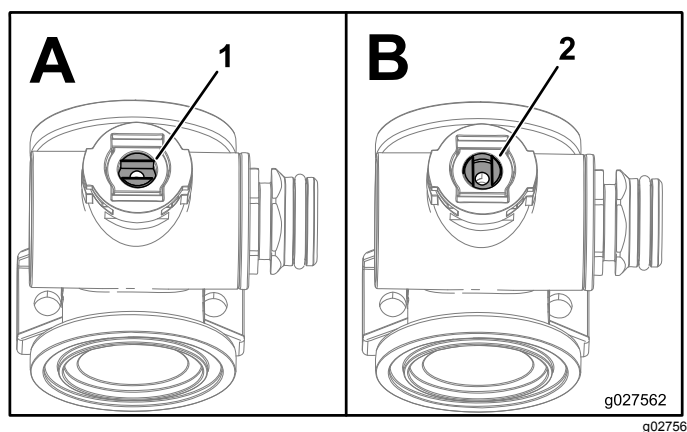

Figure 97
1. Positionnez la tige de la valve pour la placer en position fermée (partie B de la Figure 97).
3. Tournez la tige de la valve pour placer la bille à la position ouverte (A à la Figure 97).
7. Tournez la tige de la vanne de sorte à fermer la vanne (B sur la Figure 97).